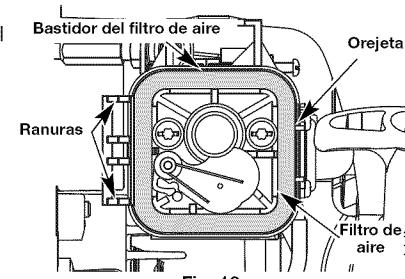

Fig. 16
- Quite el filtro de aire (Fig. 16).
- Reemplace el filtro (Fig. 16).
- Vuelva a instalar la tapa del filtro de aire. Coloque las ranuras en el lado izquierdo de la tapa del filtro de aire sobre las lengüetas en el lado derecho de la placa posterior (Fig. 16).